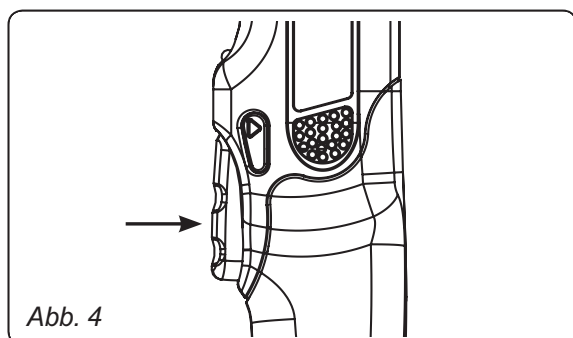

Abb. 4
1. Um das Elektrogerät einzuschalten, drücken Sie den Habel des Hauptschalters. Um das Elektrogerät auszuschalten, lassen Sie den Hebel los. (Abb. 4)